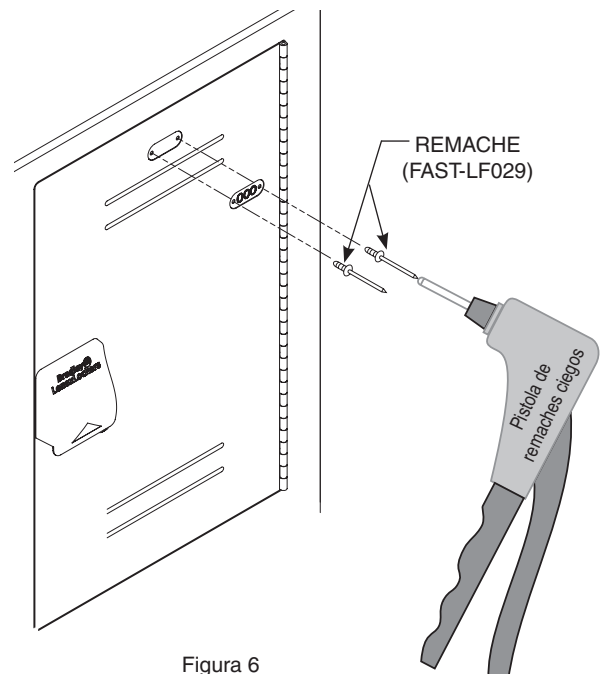

Figura 6
2. Coloque la placa de número en el hueco de la puerta del casillero (consulte la Figura 6).